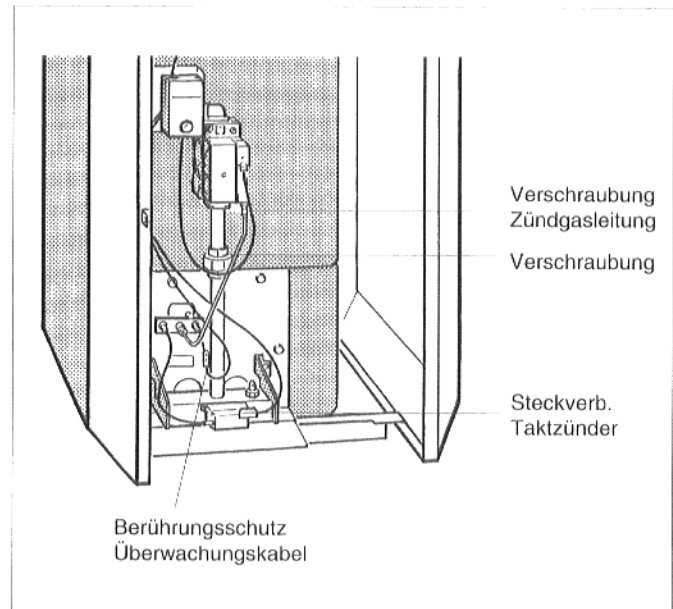

Abb. 42: Gasbrenner
- Verschraubung der Zündgasleitung an der Armatur lösen (Abb. 42).
- Gasbrenner an der Verschraubung von der Armatur trennen (Abb. 42).
- Berührungsschutz am Überwachungskabel entfernen und Steckverbindung lösen (Abb. 42).
- Steckverbindung am Taktzünder lösen (Abb. 42).